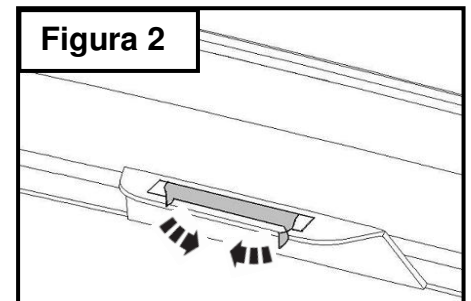

Figura 2
2. Verifique que el Deflector de Cofre ajuste correctamente en el cofre del vehículo quitando la cubierta de la cinta 3M cerca de 2" en cada lado. Centre el deflector y coloque en su lugar de modo temporal. **(Figura 2)** Utilice los orificios de montaje del deflector como guías para marcar los orificios y ranuras de montaje en el cofre con un marcador permanente.